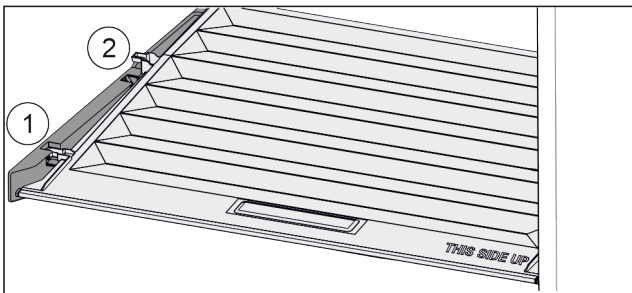

Fig. 49
- ▶ Deckel bis zur Öffnung in den Halteteilen nach vorne ziehen Fig. 49 (1).
- ▶ Hinten von unten anheben und nach oben wegnehmen Fig. 49 (2).